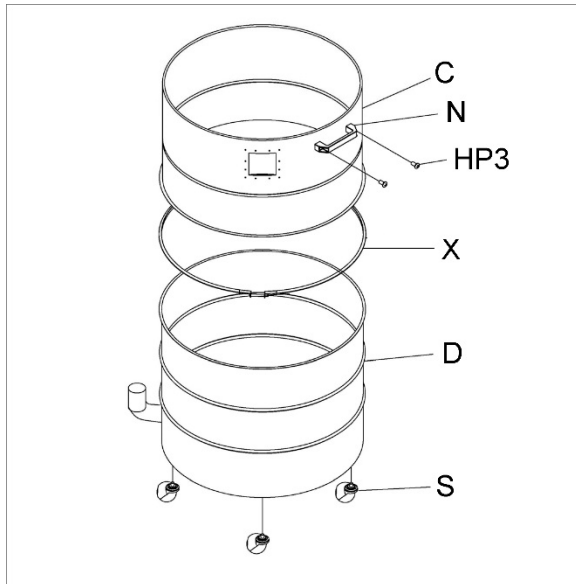

Figura 7
6. Arme el tambor superior (C, Figura 7) y el tambor superior (D) y fije con la abrazadera del tambor (X) apretando el tornillo.
7. Instale la manija (N) con tornillos (HP3).
8. Instale ruedas orientables (S) en agujeros roscados debajo del tambor.